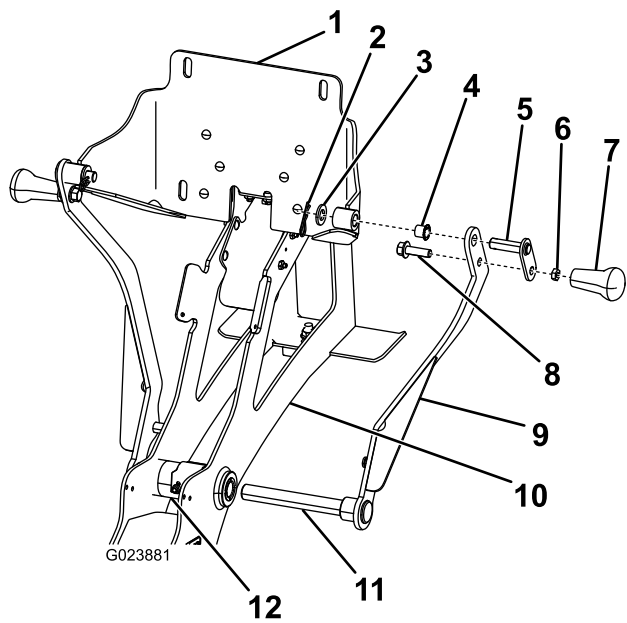

図 5
8. 右クレードルアームの軸を、蝶番シャフトに通す(図 5)。
13. バックプレート・アセンブリにハンドルを固定する；平ワッシャとヘアピンを使い、図 5 のように取り付ける。